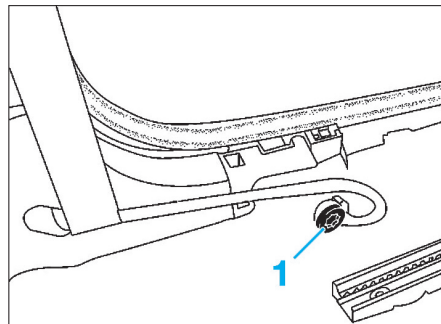

FIG. 20
- Déposer la rampe (1) de ceinture de sécurité (Fig.20).